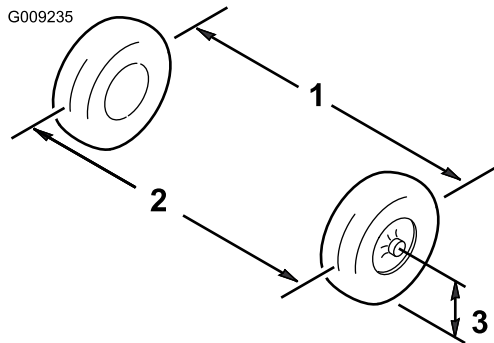

Figura 83
5. Mida la distancia entre los neumáticos delanteros a la altura del eje, en la parte delantera y trasera de las ruedas (Figura 83).